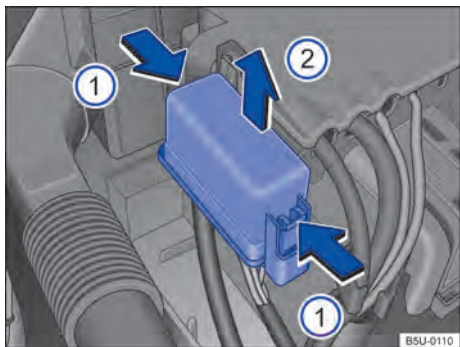

Fig. 193 No compartimento do motor: cobertura da caixa de fusíveis.
- Pressionar as travas no sentido da seta → Fig. 193 ❶, para destravar a cobertura da caixa de fusíveis.
- Remover a cobertura por cima, no sentido da seta ❷.
- Para a **instalação**, colocar a cobertura sobre a caixa de fusíveis. Pressionar a cobertura para baixo, no sentido contrário da seta ❷, até que trave de forma audível.